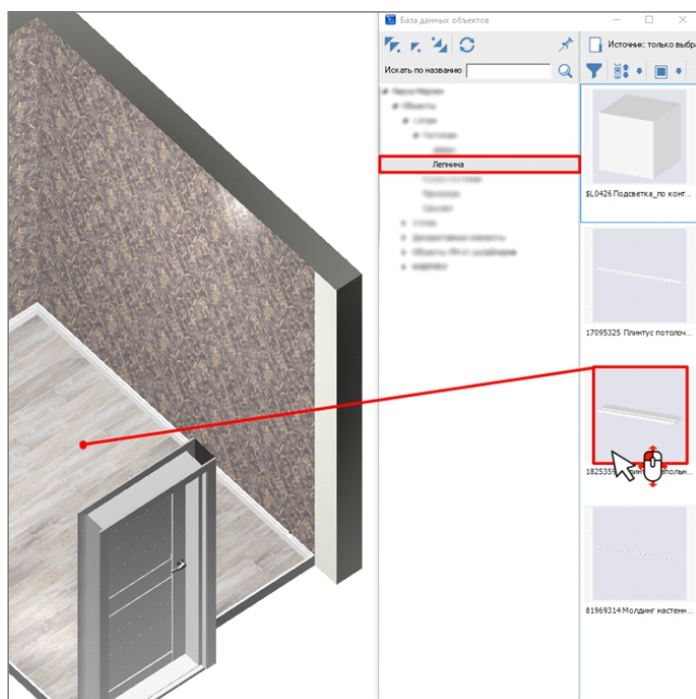

рис. 76
- объекты из папки «Лепнина», построенные на поверхности пола «перетаскиваем» плинтусов из каталога мышкой (рис. 76);